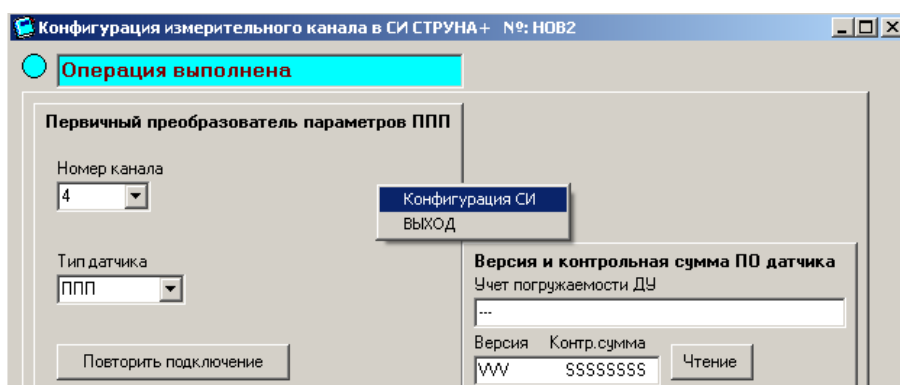

Рисунок 5.37
5.7.1 На форме ФКИК помощью ПКн активировать всплывающее меню (рисунок 5.37) и выбрать опцию «Конфигурация СИ». С помощью ЛКн активировать выбранную опцию. В результате на экране отобразится форма, представленная на рисунке 5.38.